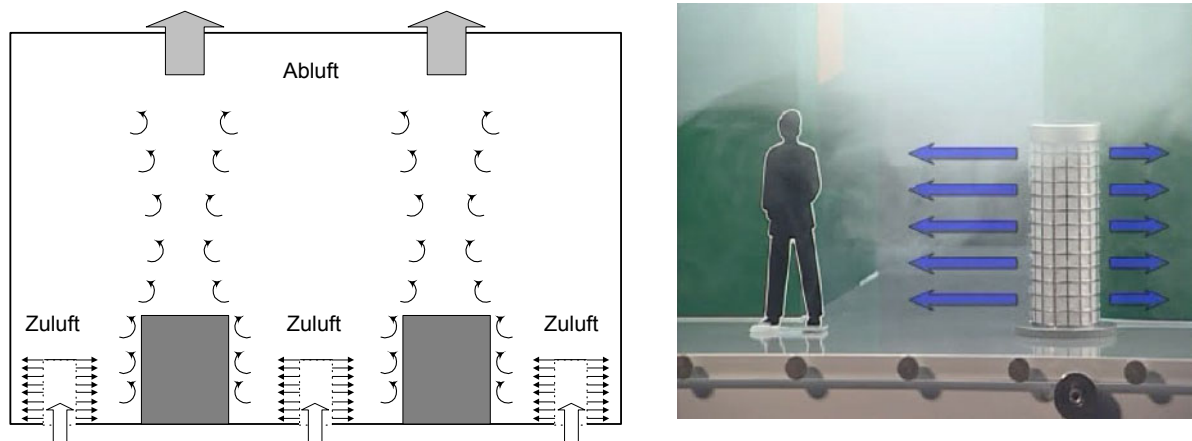

Abbildung 7: Zuluft im Bodenbereich (Schema Schichtlüftung links, rechts Strömungsmodell)
- Luftdurchlässe im Arbeitsbereich (Abbildung 7).
In der Industrie lassen sich Luftdurchlässe im Boden in der Regel nicht einrichten. Verbreitet sind Anordnungen von Luftdurchlässen im Arbeitsbereich in Bodennähe (Abbildung 7).